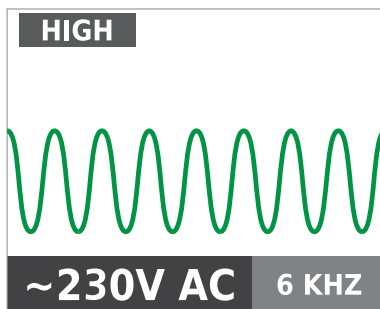

Abbildung 3.1b
3. Wählen Sie den HIGH-Signalmodus für die meisten Anwendungen. Ein Bildschirm wie in Abbildung 3.1b erscheint.